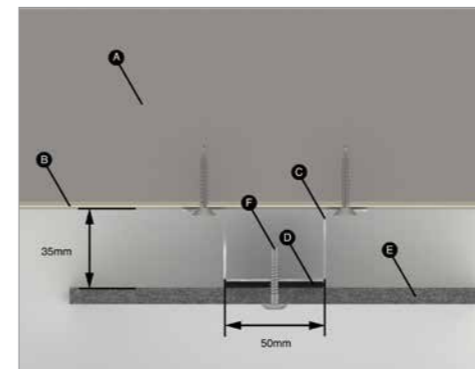

图4。
Genesis 立面密封垫带同样应粘贴在 Genesis 中间帽型龙骨上，以便吸收板材位移并最大限度减少面板振动（见图4）。
- 若小型开孔的宽度不超过 150 mm, 可在板材宽度的中部仅使用一个铆钉进行固定 (见图 4)。